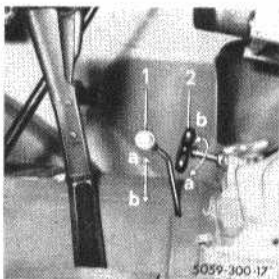

Bild 4
■ Bei laufendem Motor Kupplungspedal treten, Nebenantrieb einschalten (Schalthebel bis zur Schaltstellung a hochziehen, siehe Bild 4). Kupplungspedal freigeben.